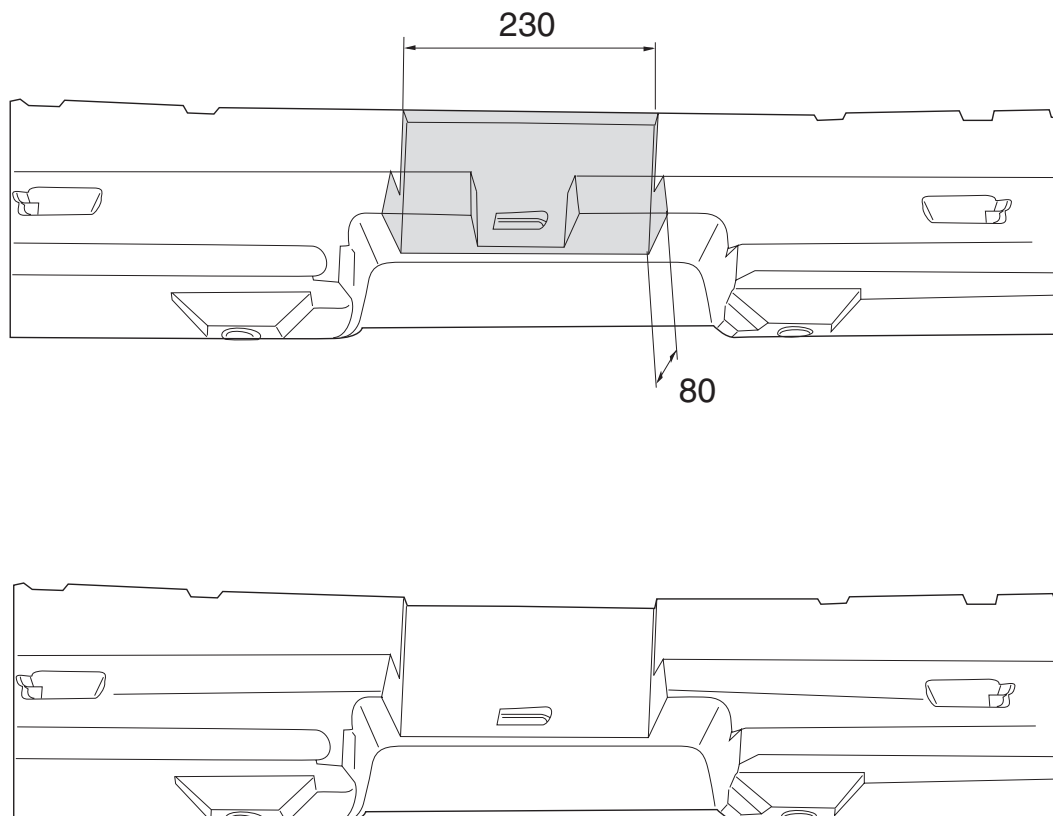

Fig.2
With vehicles built later than 04/2002, replace the plastic reinforcement for the bumper with the metal version 98AB N17D995 BE. Saw a portion out of the foam as shown in figure 2. Replace the foam in the bumper and attach the bumper.
Bei Fahrzeugen ab Baudatum 04/2002 ist die Plastik-Verstärkung für den Stoßträger durch die Blech-Version 98AB N17D995 BE zu ersetzen. Gemäß Abb. 2 einen Teil aus den Schaumstoffs heraus-
Sur les véhicules construits à partir de 04/2002, le renforcement en plastique du pare-chocs doit être remplacé par le modèle en tôle 98AB N17D995 BE. Scier une partie de la mousse à la figure 2. Remettre la mousse dans le pare-chocs. Monter le pare-chocs.
1. Zdemontować zderzak. Uwaga: za błotnikiem i w bagażniku znajduje się sześć nakrętek M 6, które należy odkręcić. Stosując się do rys. 2 wyciąć od spodniej części zderzaka pokazany element krawędzi ściętej.